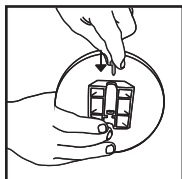

FIGURA 10
13. Inserte el tornillo suministrado a través de la parte posterior del alojamiento de eje. **FIGURA 10.**